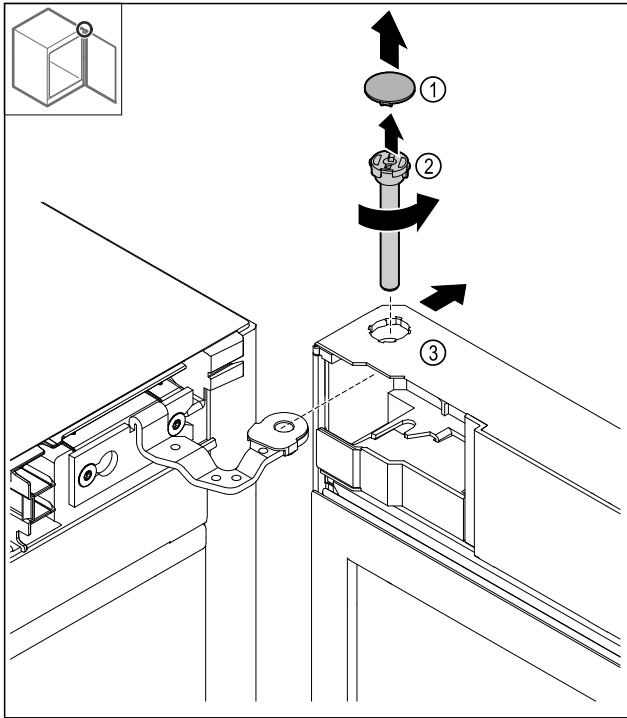

Fig. 13
- ▶ Afdekking Fig. 13 (1) wegnemen.
- ▶ Bouten Fig. 13 (2) linksom losdraaien en er uit trekken.
- ▶ Deur Fig. 13 (3) iets kantelen.